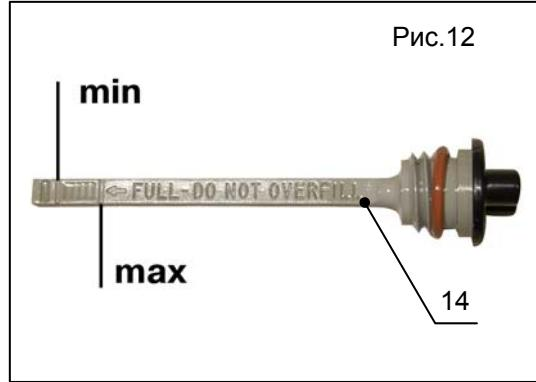

Рис.12
3. Залейте масло. Количество масла в двигателе контролируйте с помощью щупа (поз.14, рис.12). Уровень масла должен находиться приблизительно посередине между двумя рисками «min» и «max».